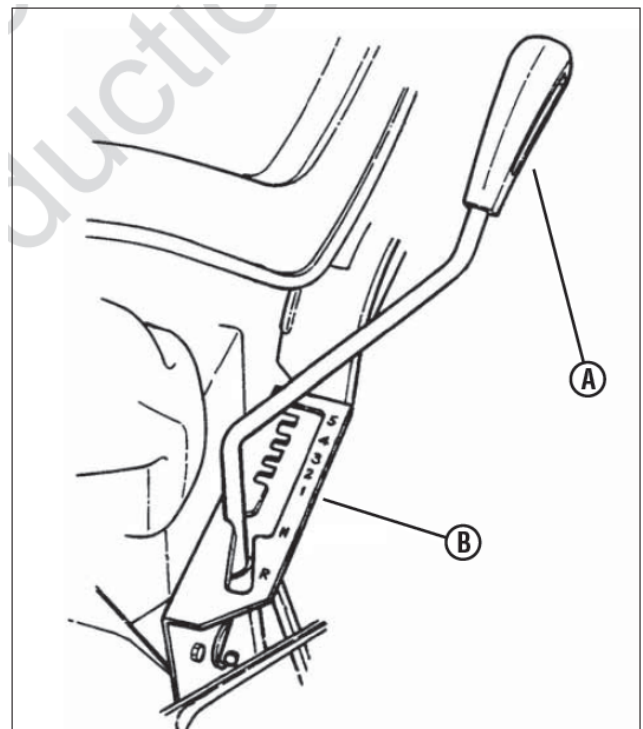

Рис. 12. Рычаг переключения трансмиссии
3. Переведите рычаг переключения передач (А, рис. 12) в положение 1-й скорости (В).